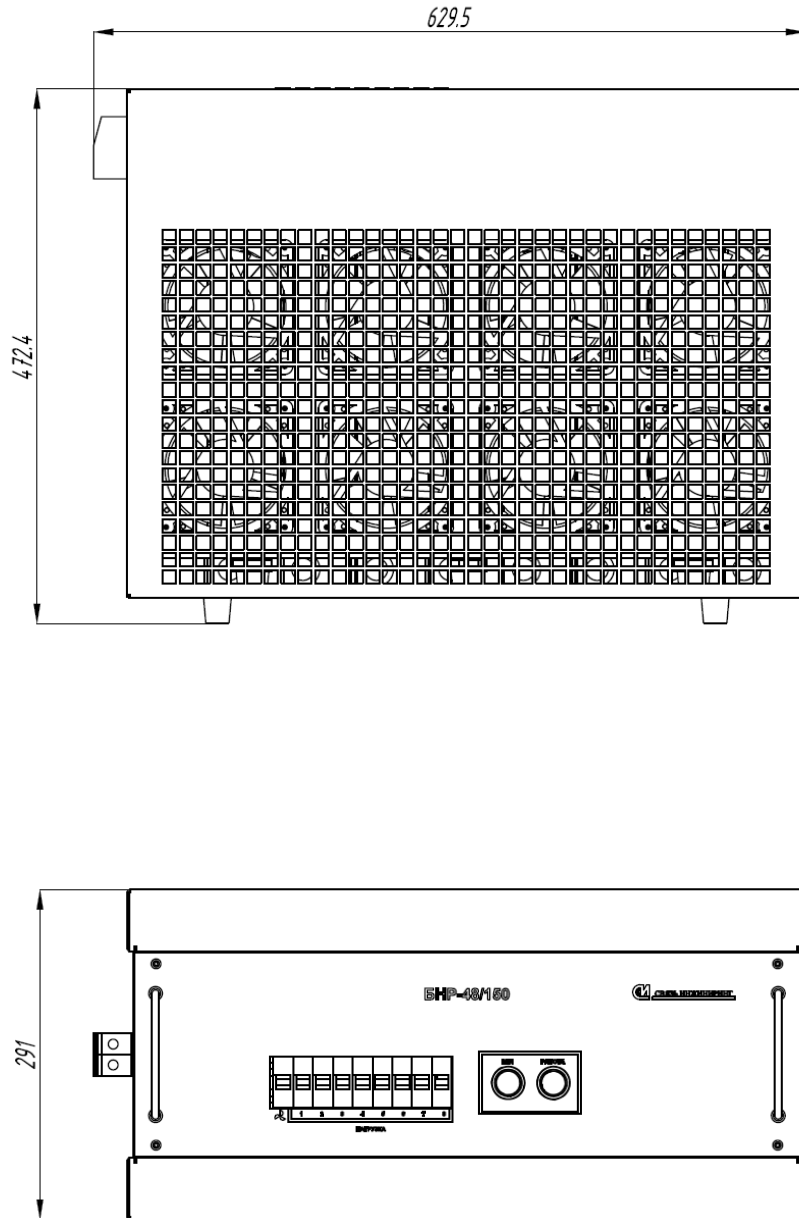

Рис. 1.
- 2.5 Габаритные размеры устройства указаны на рис. 1.